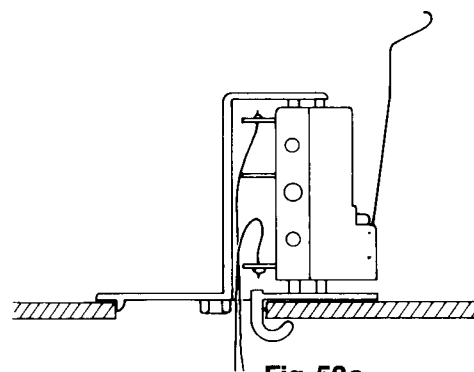

Fig. 52a
- Den Mikroschalter, oben nach rechts und unten am Haken nach links drücken. Hierdurch rastet der Mikroschalter aus (siehe Abb. 52a).
- Den neuen Mikroschalter einsetzen und nach rechts unten drücken bis er einrastet (siehe Abb. 52a).
- Push the micro switch (bobbin winder switch) toward the right at the top and toward the left at the bottom (by the hook). This causes the micro switch to be released (Fig. 52a).
- Insert the new micro switch and push it toward the bottom right until it snaps in place (Fig. 52a).
- Pousser le microrupteur, en haut vers la droite et en bas, au crochet, vers la gauche. Ainsi le microrupteur se déboîte (fig. 52a).
- Mettre en place le microrupteur et le pousser vers le bas à droite jusqu'à ce qu'il s'emboîte (fig. 52a).